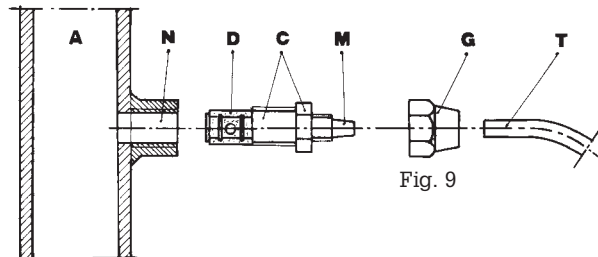

Fig. 9
- g. - Aplicar un empalme de acero de 3/8" rosca tipo gas, hembra en el conducto de la instalación que se debe tratar, en el punto más adecuado para efectuar la inyección del producto que se va a dosificar. Dicho empalme no está incluido en el suministro. Atornillar la válvula de inyección en el empalme, utilizando teflón como guarnición (Fig. 9), conectar el tubo al empalme cónico de la válvula de inyección, y fijarlo con la virola G. La válvula de inyección es a su vez, válvula de retención.
3.1 - ESQUEMA DE MONTAJE DE LA VÁLVULA DE INYECCIÓN (Fig. 9)